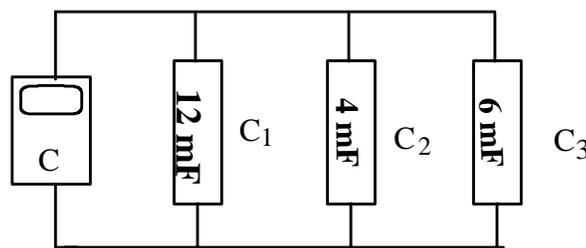

Figura 3
4. De la misma manera que en el caso anterior conecte los mismos capacitores en paralelo y mida su capacitancia con el capacitómetro, tal como se indica en la figura 3.